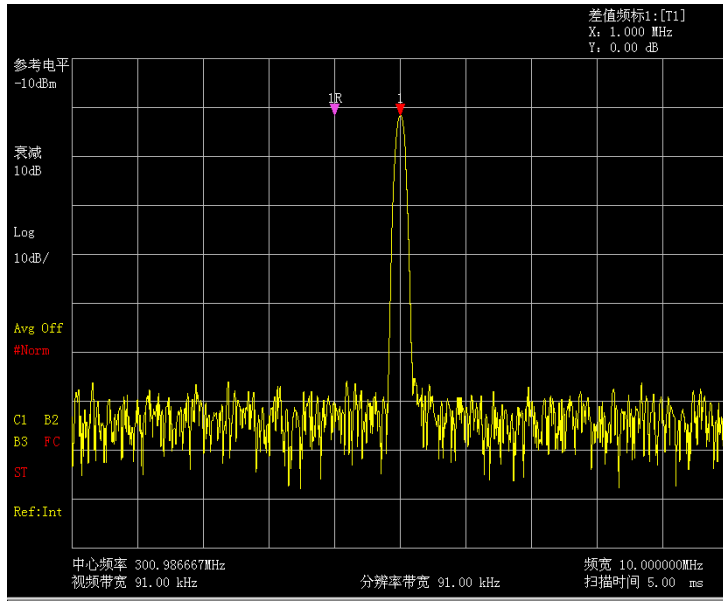

图 3-26 使用信号跟踪功能测量漂移信号
- f) 可观察到频谱分析仪的中心频率也以 100kHz 的频率步进在改变，每次步进信号始终处于显示屏幕的中心位置。如图 3-26 所示。